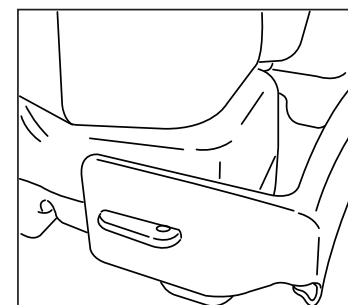

Figura 3.
3. Instale el soporte lumbar sobre las pestañas en la base del tanque. **Ver la Figura 3.**